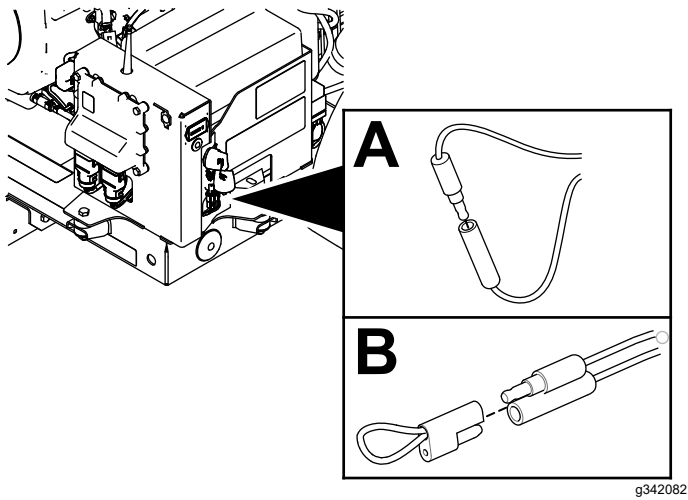

Figura 57
2. Rimuovete il connettore a perno singolo dal connettore a presa singola (Figura 57).
3. Inserite il connettore a perno singolo e il connettore a presa singola nel tappo con collare (Figura 57).